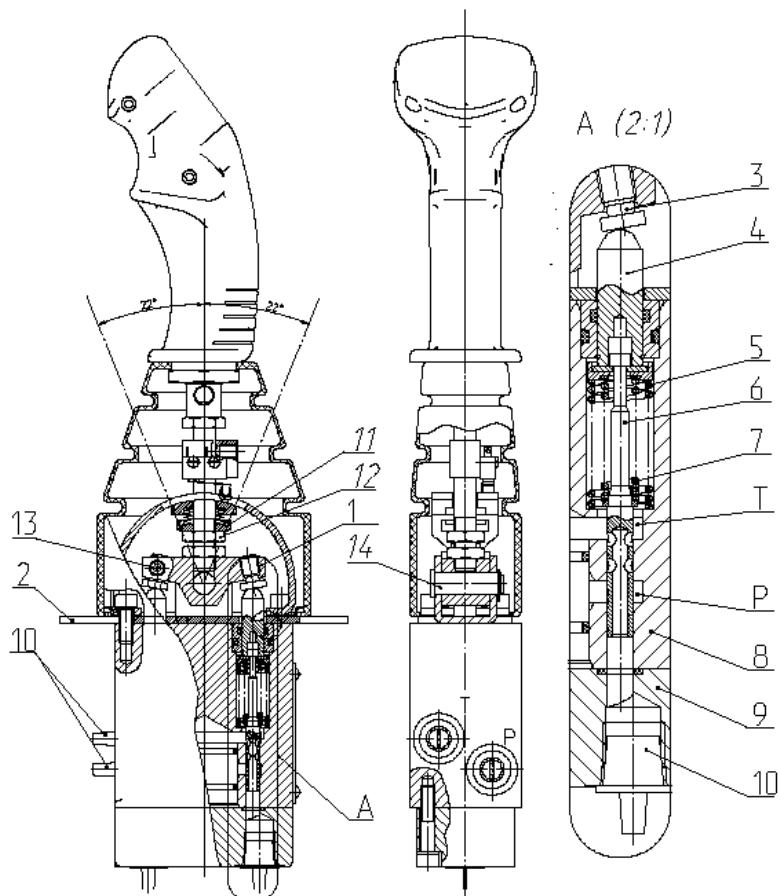

Рисунок 1 – Блок управления с одной рукояткой 250BHM.200 с фиксацией в любом положении:
1.7.1 Блоки управления 250BHM.200 (см. рис.1) выполнены в виде двух регуляторов потока и давления, расположенных в одном корпусе, работающих по принципу золотниковых редукционных клапанов, с давлением и потоком в рабочих отводах, определяемым положением рукоятки.